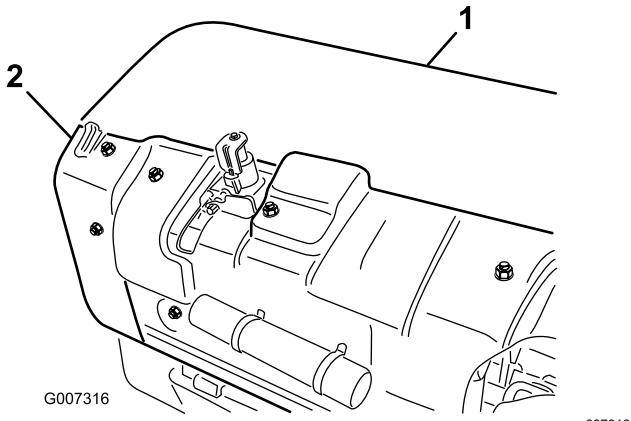

Figura 34
- A. Retire la cubierta trasera del cabezal de perforación (Figura 34).
- B. Retire los pernos de montaje del protector de la polea, y retire el protector (Figura 34).